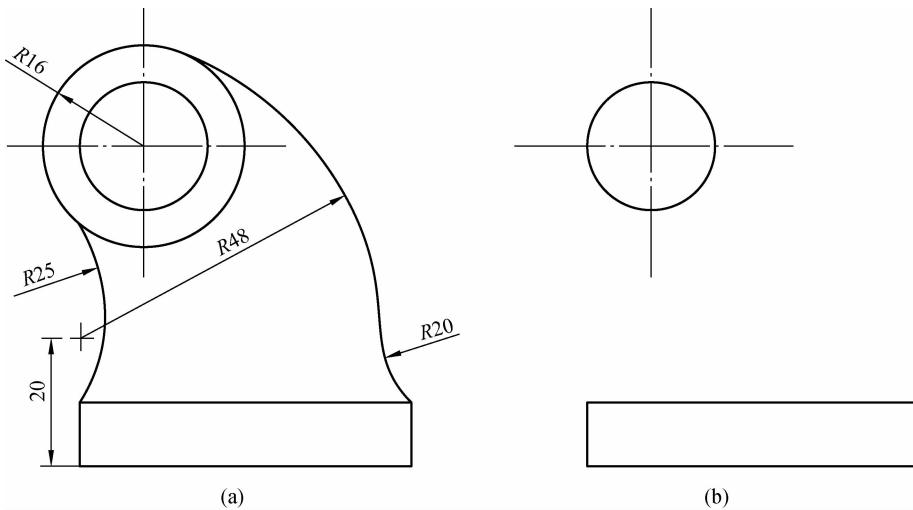

图 1-1-17
2. 按 1 : 1 的比例画出图 1-1-17 所示图形。